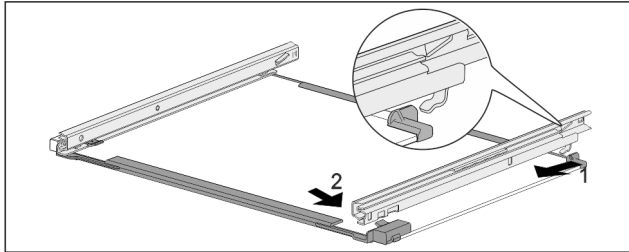

Fig. 144 带轨道的玻璃隔板
- ▶ 轨道后部钩入。 Fig. 144 (1)
- ▶ 轨道前部卡紧。 Fig. 144 (2)